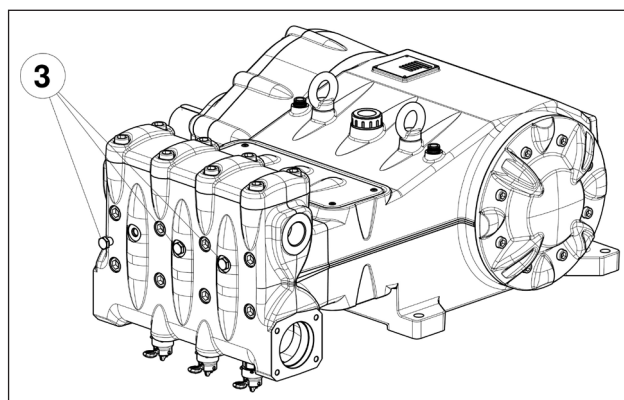

Fig. 11
Qualora si verificassero problemi di adescamento a causa di una insufficiente alimentazione è possibile intervenire rimuovendo i tre tappi frontali alla testata (esclusa la versione MK40) come indicato in pos. ③ Fig. 11.